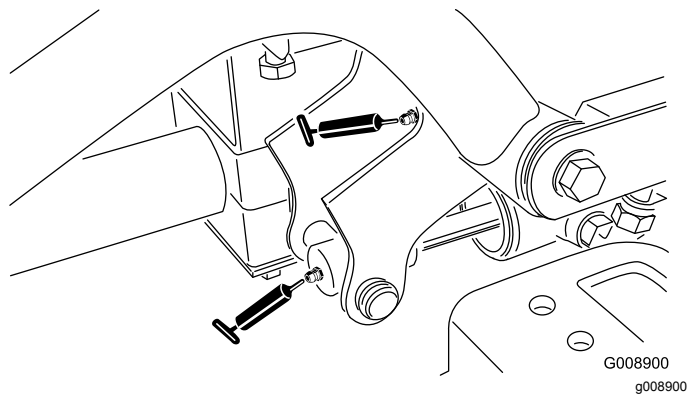

**Figura 54**
- Perno del braccio di sollevamento sinistro anteriore e cilindro di sollevamento (2) (Figura 54)